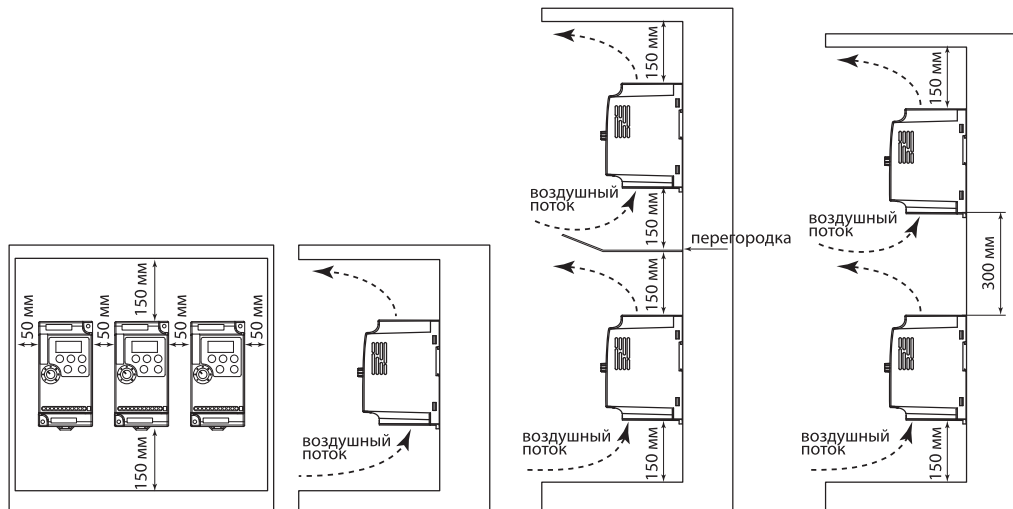

Рисунок 5. Установка преобразователей
8.3. При монтаже нескольких преобразователей в один шкаф управления убедитесь, что в нем достаточно свободного пространства и имеется хороший теплообмен. Расстояние между преобразователями должно быть не менее 50 мм (см. рисунок 5).